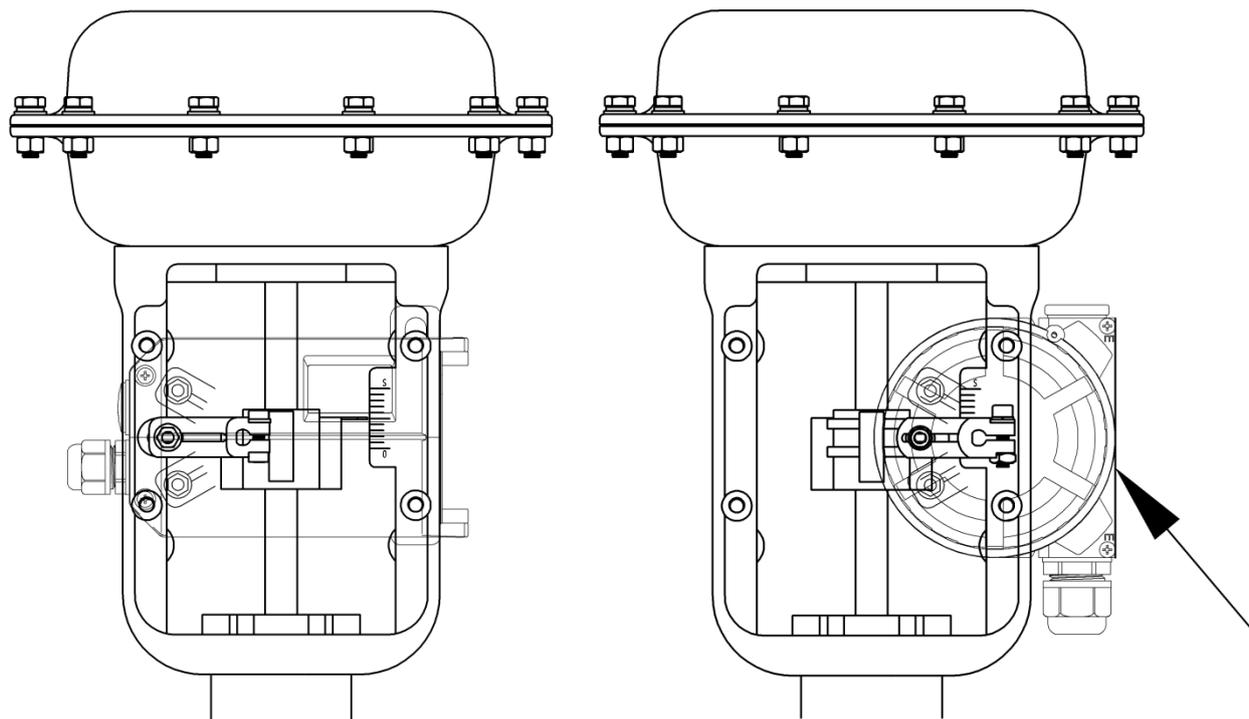
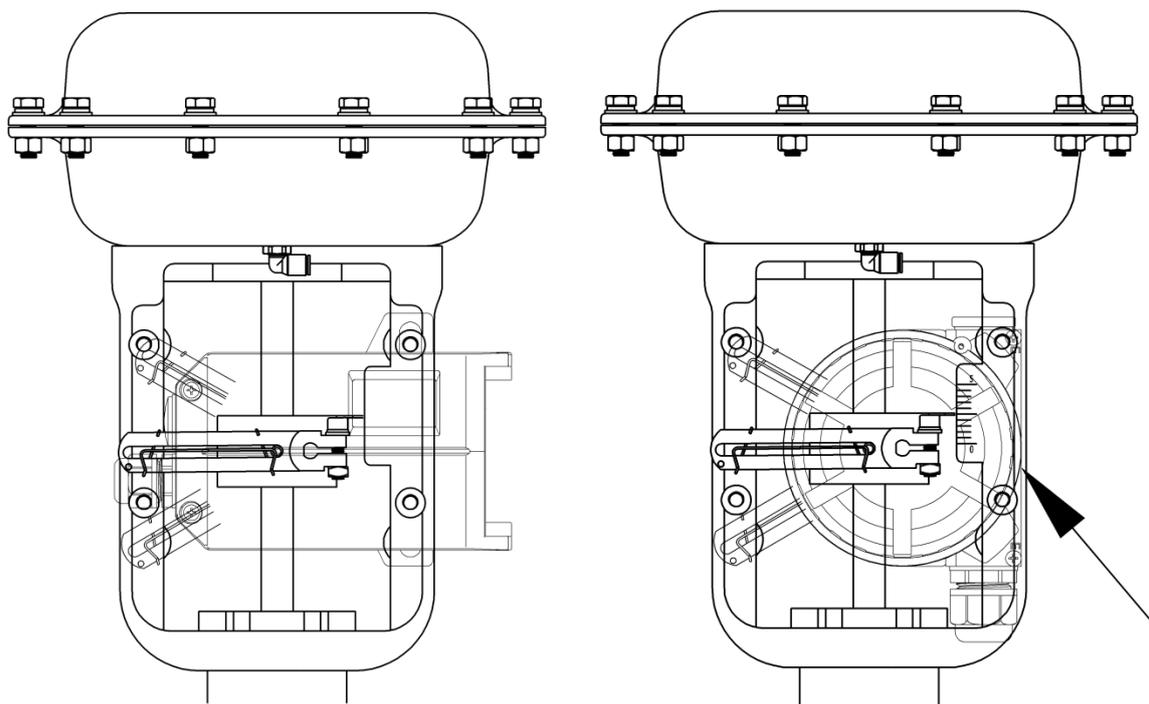

图22. 与执行器安装 (反馈杆 A)
图23. 与执行器安装 (反馈杆 B)
- 对于常规型直行程定位器，确保定位器外壳上平面和阀的主轴成直角。对于远传型直行程定位器，确保传感器壳体箭头（图 22 和图 23 右侧所示）所指平面与阀的主轴互相平行。否则会影响控制精度。最后用螺栓锁紧支架。